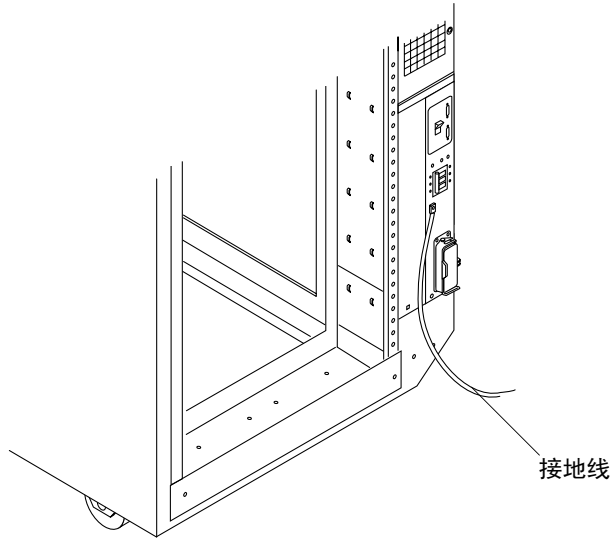

图 3-4 将接地线连接到系统机柜的电源序列发生器上
2. 将接地线的一端固定到系统机柜或距扩充机柜最近的机柜的电源序列发生器上（图 3-4）。